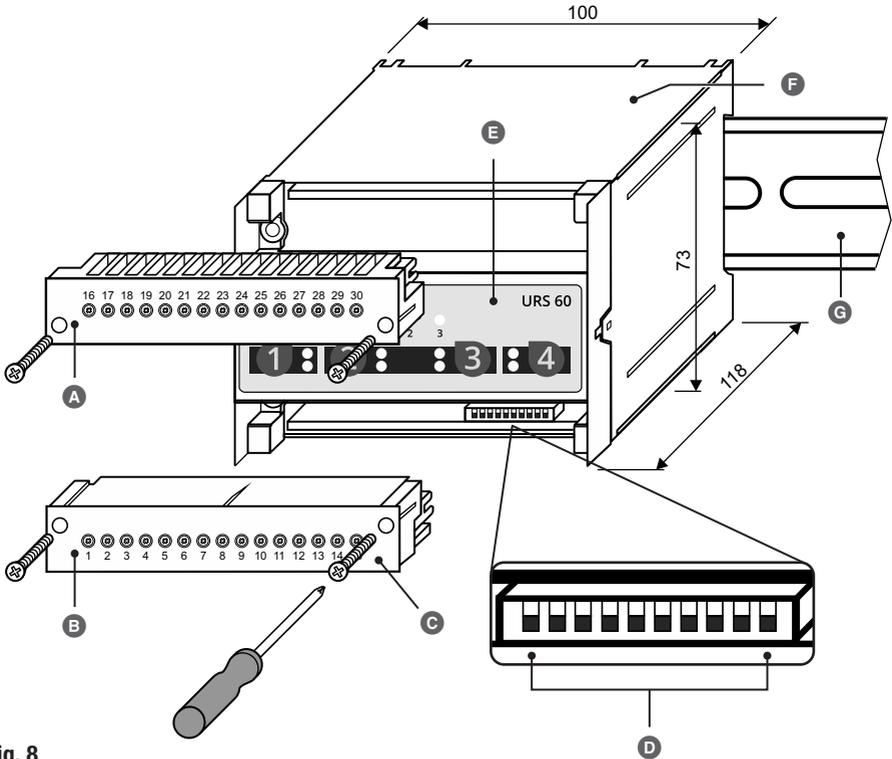

Fig. 8
1. Die untere Klemmleiste losschrauben und abziehen, siehe **Fig. 8**.
2. Die gewünschten Einstellungen am Kodierschalter  (siehe **Fig. 8**) vornehmen, siehe Seite 26 und 27.
Die Baudrate wird am Kodierschalter  **Fig. 8** (S9) eingestellt, siehe Seite 27. Bei allen Busteilnehmern muss die gleiche Baudrate eingestellt werden.
die Konfiguration am Kodierschalter **Ⓢ** (siehe **Fig. 8**) über die Schalter S1 bis S10 entsprechend der Tabelle mit einem Schraubendreher mit schmaler Klinge einstellen. Die Klemmleiste anschließend wieder aufstecken und die Befestigungsschrauben festziehen.